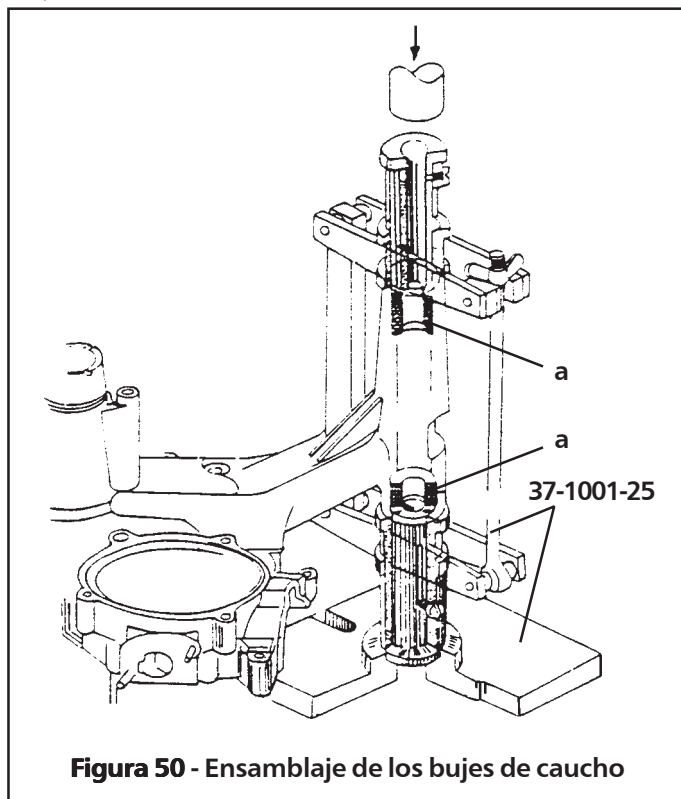

Figura 50 - Ensamblaje de los bujes de caucho
2. Utilizando la herramienta 37-1001-25 presione los bujes utilizando una prensa hidráulica de 5 toneladas (ver figura 50).